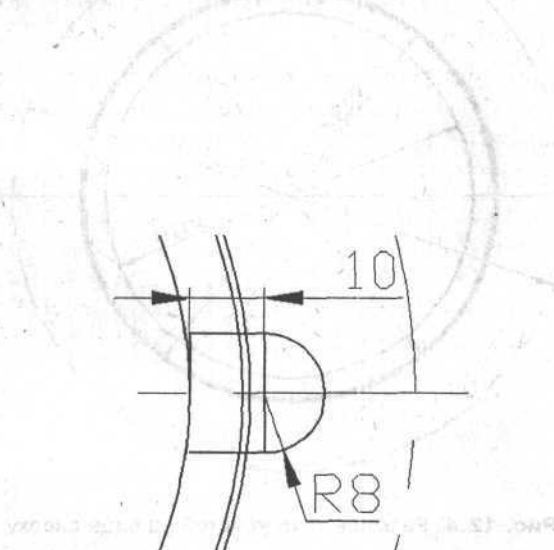

Рис. 12.5. Дуга и ломаная вблизи горизонтальной осевой линии
Теперь проведите вспомогательную ломаную из четырех отрезков с началом в точке пересечения правой половины горизонтальной осевой линии и внутреннего круга диаметром 118. Для этого включите режим **ORTHO** (ОРТО) и воспользуйтесь для построения отрезков ломаной линии методом направление—расстояние в следующем порядке от начальной точки (рис. 12.5):
Далее на вертикальном отрезке ломаной необходимо построить дугу окружности радиусом 8 (см. рис. 12.5). В AutoCAD имеется одиннадцать способов построения дуги окружности (рис. 12.6), но здесь удобнее воспользоваться построением дуги по начальной ее точке, центру и конечной точке.
2. Начальную точку дуги укажите привязкой **Endpoint** (Конточка), привязавшись к нижнему концу вертикального отрезка ломаной, центр ее — привязкой **Midpoint** (Середина) к середине стороны, а конец — привязкой **Endpoint** (Конточка) к верхнему концу отрезка (см. рис. 12.5).